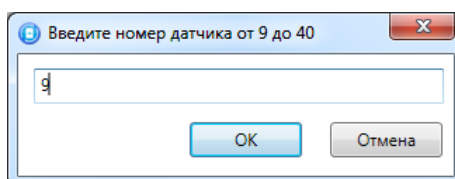

Рис. 5.5. Ввод номера радиоизвещателя
2. В открывшемся окне укажите номер радиоизвещателя из числа еще не занятых в нумерации радиоизвещателей и шлейфов. Нажмите кнопку *OK* (рис. 5.5).